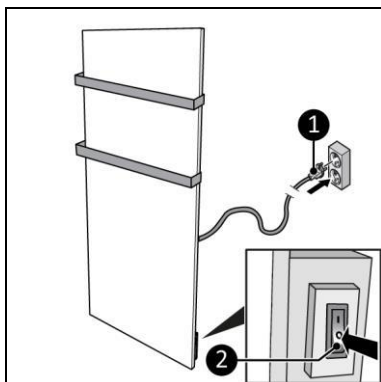

Figure 13
2. Assurez-vous que le commutateur ON/OFF est en position OFF (figure 13, pos. 2).
3. Insérez la fiche d'alimentation (figure 13, pos. 1) dans une prise murale reliée à la terre et facilement accessible. Utilisez une prise murale avec mise à la terre d'une puissance minimale de 800 watts.
1. Assurez-vous que le commutateur ON/OFF est en position OFF (figure 13, pos. 2).
2. Retirez la fiche d'alimentation de la prise de courant (figure 13).